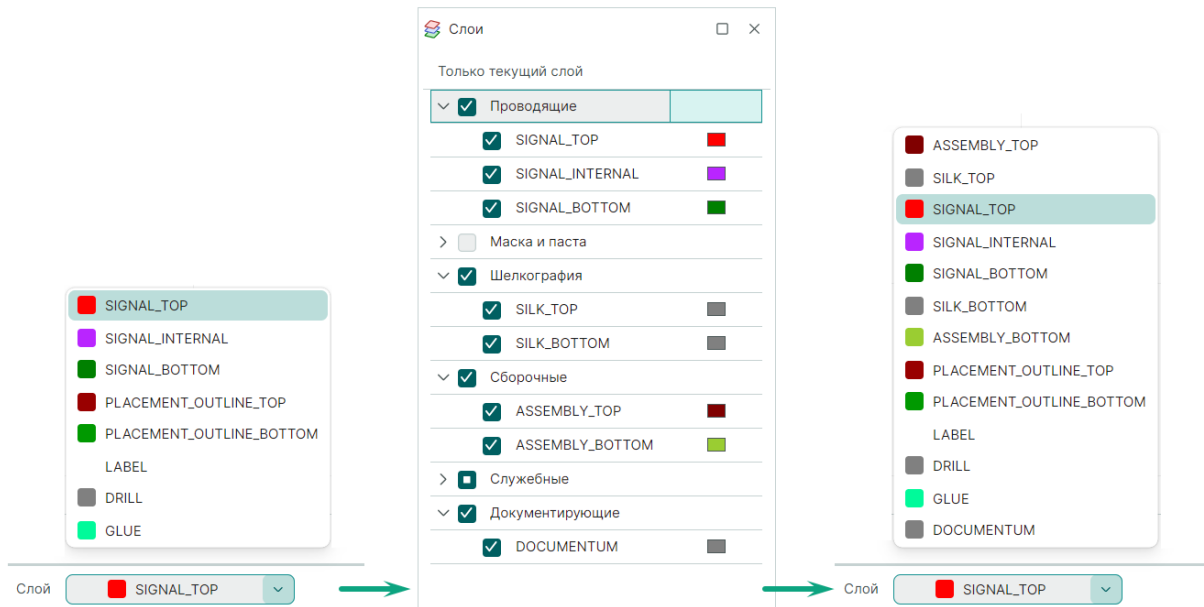

Рис. 110 Активация слоя
1. Выберите текущим один из слоев группы «SILK» («Шелкография»), «ASSEMBLY» («Сборочные») или «DOCUMENTUM» («Документирующие»), на котором необходимо разместить атрибут. Если данные слои не отображаются в выпадающем списке «Слои», то нужно активировать их в функциональной панели «Слои», см. Рис. 110.